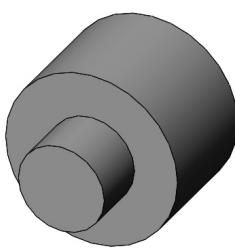

图 3-14 零件实体模型
- 打开初始文件“Z3L1.prt”, 零件实体模型如图 3-14 所示。